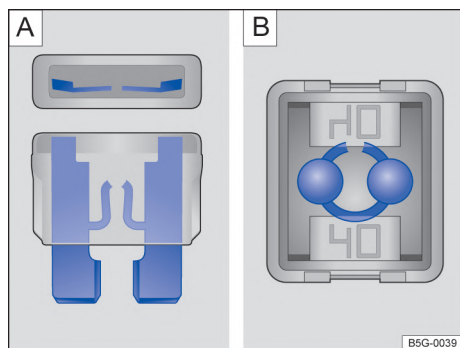

Fig. 174 Fusible quemado: **A**: fusible plano, **B**: fusible de bloqueo.
- Un *fusible plano* (ATO®, MINI®) quemado se reconoce desde arriba o desde el costado por la carcasa transparente en las bandas metálicas derretidas → fig. 174 [A].
- Un *fusible de encastre* (JCASE®) quemado se reconoce por las bandas metálicas derretidas desde arriba de la carcasa transparente → fig. 174 [B].